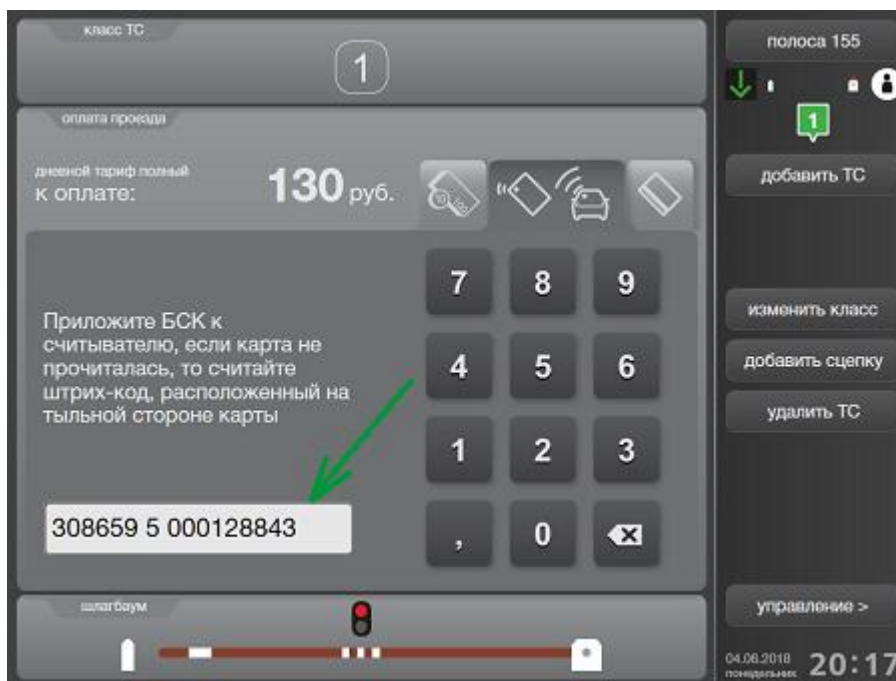

Рисунок 95. Оплата проезда по БСК: ввод номера БСК вручную
- Вручную ввести ее штрих-код в специальное поле (рис. 95).